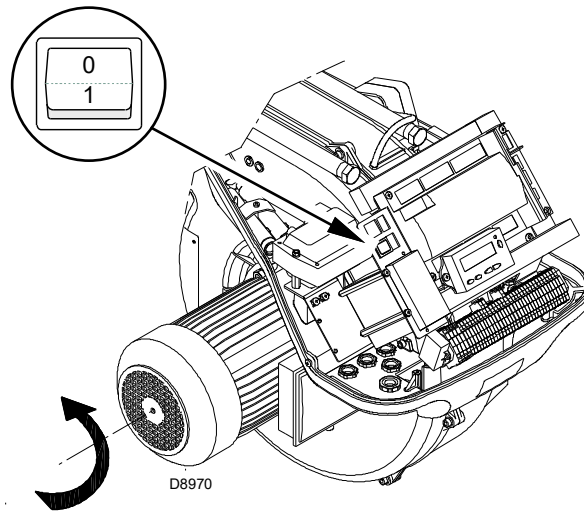

Abb. 30
Schließen Sie die Thermostate/Druckwächter und bringen Sie den Schalter in Abb. 30 in Position "1".
Stellen Sie sich, sobald der Brenner startet, vor dem Kühlgebläse des Gebläsemotors auf und prüfen Sie, ob sich dieses entgegen dem Uhrzeigersinn dreht. Siehe Abb. 30.
- Stellen Sie den Schalter von Abb. 30 in Position "0" und warten Sie ab, dass das Steuergerät die Abschaltphase ausführt;
Der Brenner befindet sich im Wartestatus bei Wärmeanfrage oder der Wahlschalter "0-1" (Abb. 30 auf Seite 34) steht auf Position "0".
Mit dem Wahlschalter "0-1" von Abb. 30 auf Seite 34 schaltet der Brenner nicht sofort aus, sondern es wird die Abschaltphase ausgeführt.